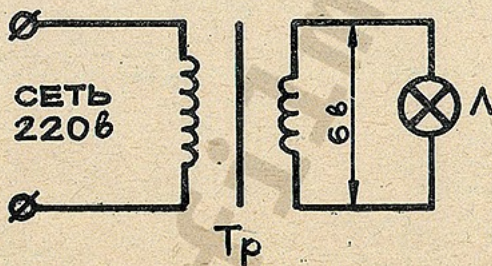

Рис. 3. Электрическая схема трансформатора
2. При ремонте соединения трансформатора и лампы следует руководствоваться схемой, представленной на рис. 3.